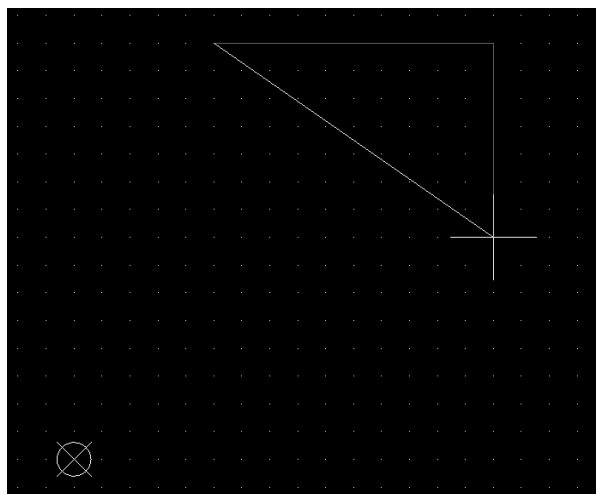

图 8-1-25 确定了三个顶点的多边形填充
(1) 第一种方法。执行菜单命令 Place → Solid Region，鼠标指针变为十字形。将鼠标指针移至坐标 (25mil,75mil) 处单击确定顶点；再将鼠标指针移至坐标 (75mil,75mil) 处单击确定顶点；然后将鼠标指针移至坐标 (75mil,40mil) 处单击确定顶点，如图 8-1-25 所示。